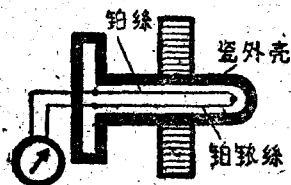

图4
2. 温差热电偶(图4) 两种不同金属的两端接触组成温差电偶,一端插入爐內受热,一端留在爐外冷却,由于兩端有很大的温差,在金属片中发生了电动势,利用灵敏的电表就可以测量出它的电动势,由此就可以得知爐內温度的高低;或者直接把电动势送到变换元件(一般为放大器),从而进一步控制动作。它的优点是发生的电动势与温度成正比,可以用在逐步调节的場合中,而且能耐高温达 1000°C 以上,所以一般测量高温都用它来作感受元件。